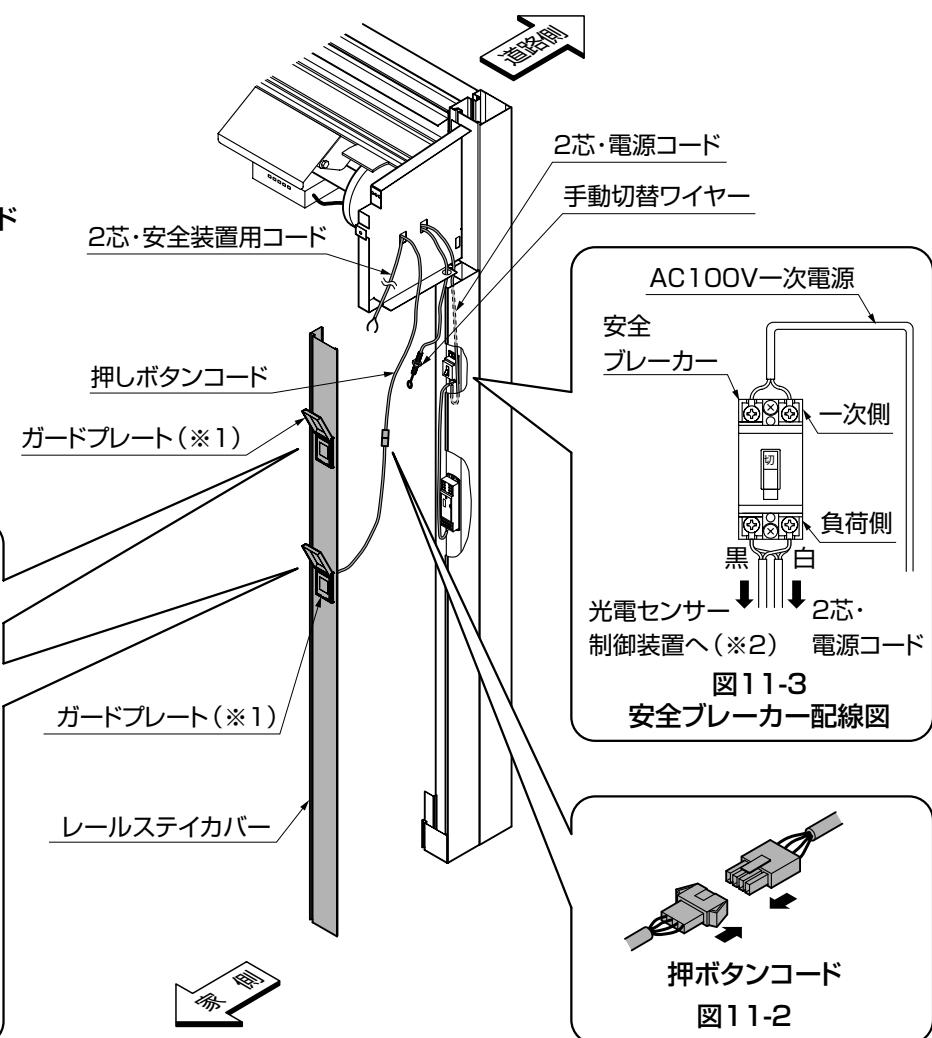

図11-2
③レールステイカバーの押ボタンとシャフトからの線をコネクター接続してください。(図11-2参照)